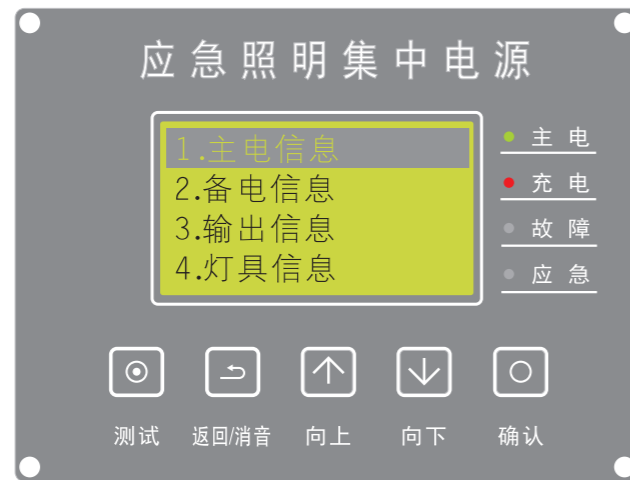

图8
(2)、信息查询：在主屏时，按【确认】键显示菜单列表，按【向上/向下】键选择选项，再按【确认】键进入，如图8所示。